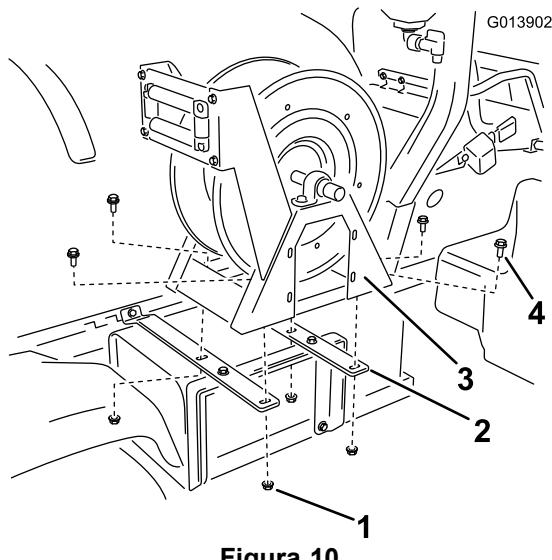

Figura 10
- Instale el conjunto de carrete de la manguera en las pletinas del carrete de la manguera (Figura 10) usando 4 pernos con arandela prensada (3/8 x 1 pulgada) y 4 tuercas con arandela prensada (3/8 pulgada).